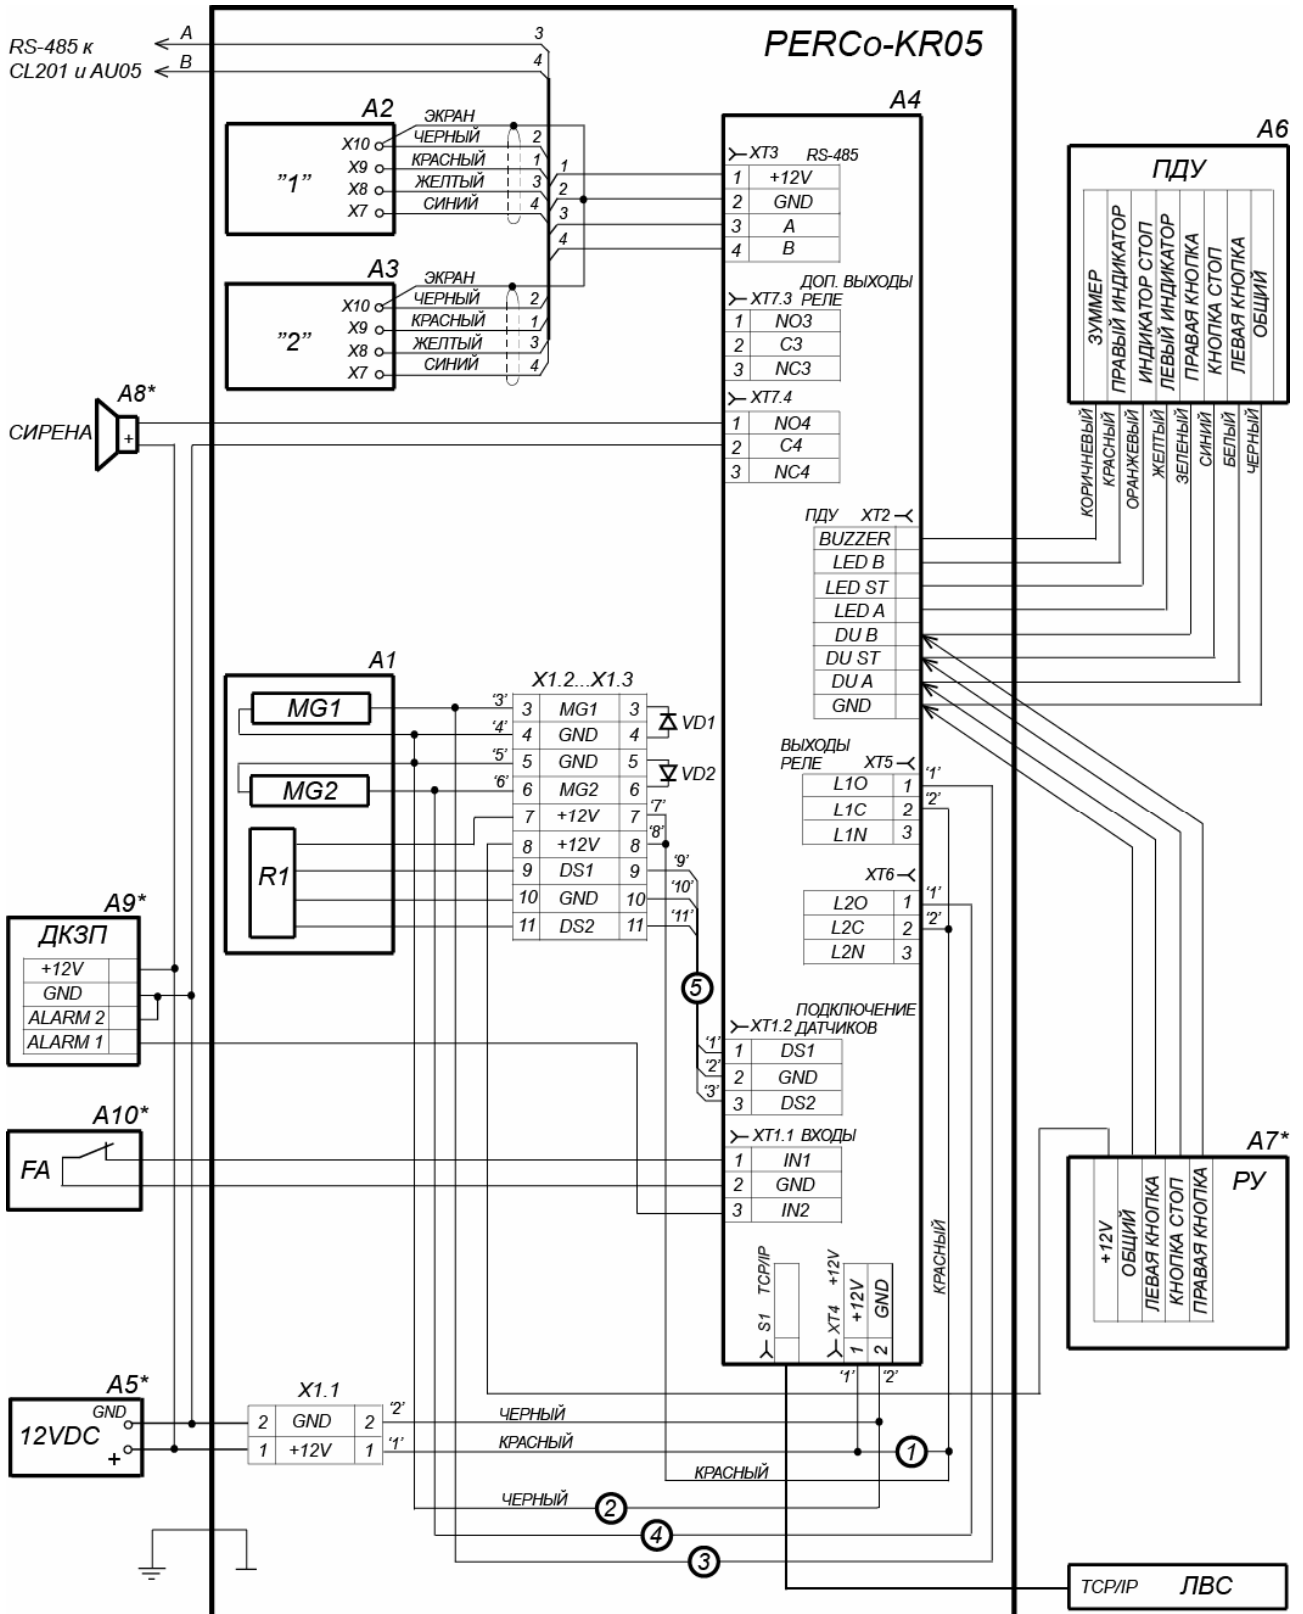

Рисунок 13. Схема соединений ЭП и подключения дополнительного оборудования¹
Расположение клеммных колодок на плате контроллера ЭП показано на рис. 5, назначение контактов клеммных колодок указано в табл. 1. Схема подключения приведена на рис. 13. Используемые при подключении типы кабелей указаны в табл. 5. При монтаже ЭП придерживайтесь следующей последовательности действий:
12. Подключите кабель (10) ПДУ / устройства РУ к клеммной колодке **XT2** на плате контроллера ЭП (см. рис. 5 и рис. 13).